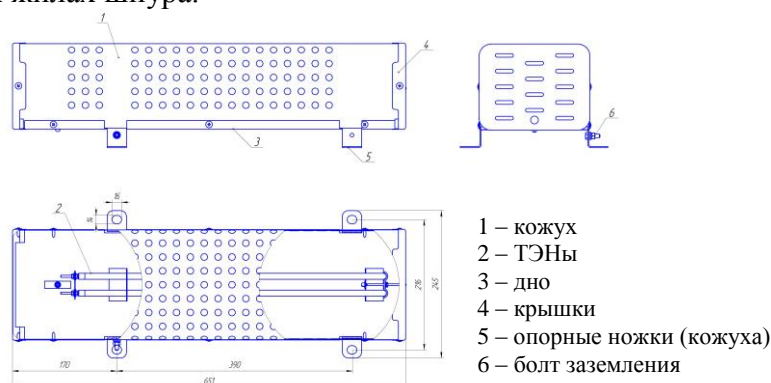

Рис.1 Общий вид печи ПЭТ-4-1,5
5.1 Печь представляет (см. рис.1) собой кожух 1, внутри которого расположены трубчатые электронагревательные элементы 2 (ТЭН). Кожух выполнен из листовой перфорированной стали, имеет четыре ножки 5 с болтом заземления 6 на одной из ножек. Печь снизу закрыта